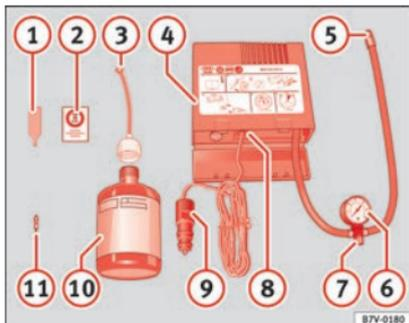

Fig. 60 Rappresentazione standard: contenuto del kit per la riparazione degli pneumatici.
- Svitare il cappuccio e l'elemento di tenuta della valvola del pneumatico. Utilizzare l'apparato » fig. 60 ① per estrarre l'elemento di tenuta. Collocarlo su una superficie pulita.
- Agitare vigorosamente la bomboletta del sigillante per pneumatici » fig. 60 ⑩.
- Avvitare il tubo di gonfiaggio » fig. 60 ③ alla bomboletta del sigillante. La piombatura della bomboletta si rompe automaticamente.
- Rimuovere il tappo del tubo di riempimento » fig. 60 ③ e avvitare l'estremità aperta dal tubo alla valvola dello pneumatico.
- Ricollocare l'elemento di tenuta con l'apparato » fig. 60 ① nella valvola del pneumatico.
- Avvitare il tubo di gonfiaggio del pneumatico del compressore » fig. 60 ⑤ nella valvola del pneumatico.
- Verificare che la vite di sfiato dell'aria sia chiusa » fig. 60 ⑦.
- Collegare il connettore » fig. 60 ⑨ a una presa elettrica a 12 V del veicolo » pag. 145.
- Collegare il compressore ad aria con l'interruttore ON/OFF » fig. 60 ⑧.